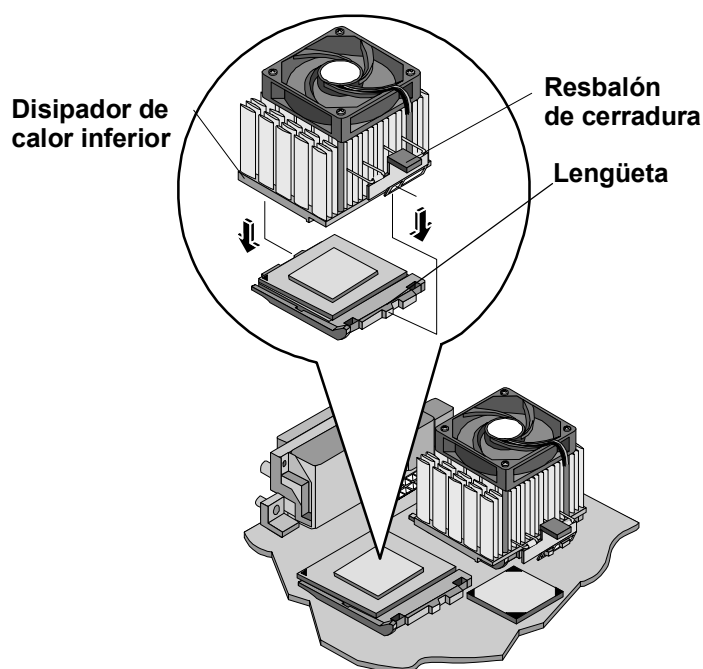

Figura 3-19. Instalación del disipador de calor
- b. Gire hacia atrás el disipador de calor, colocándolo centrado sobre la parte superior del procesador y conecte el resbalón de cerradura a las lengüetas de la base del zócalo del procesador ubicadas en el lateral como se muestra en la Figura 3-19.
4. Conecte el conector del ventilador de refrigeración del disipador de calor al segundo conector de ventilador de refrigeración (ventilador de CPU 2) en la placa del sistema. Consulte la Figura 3-19.